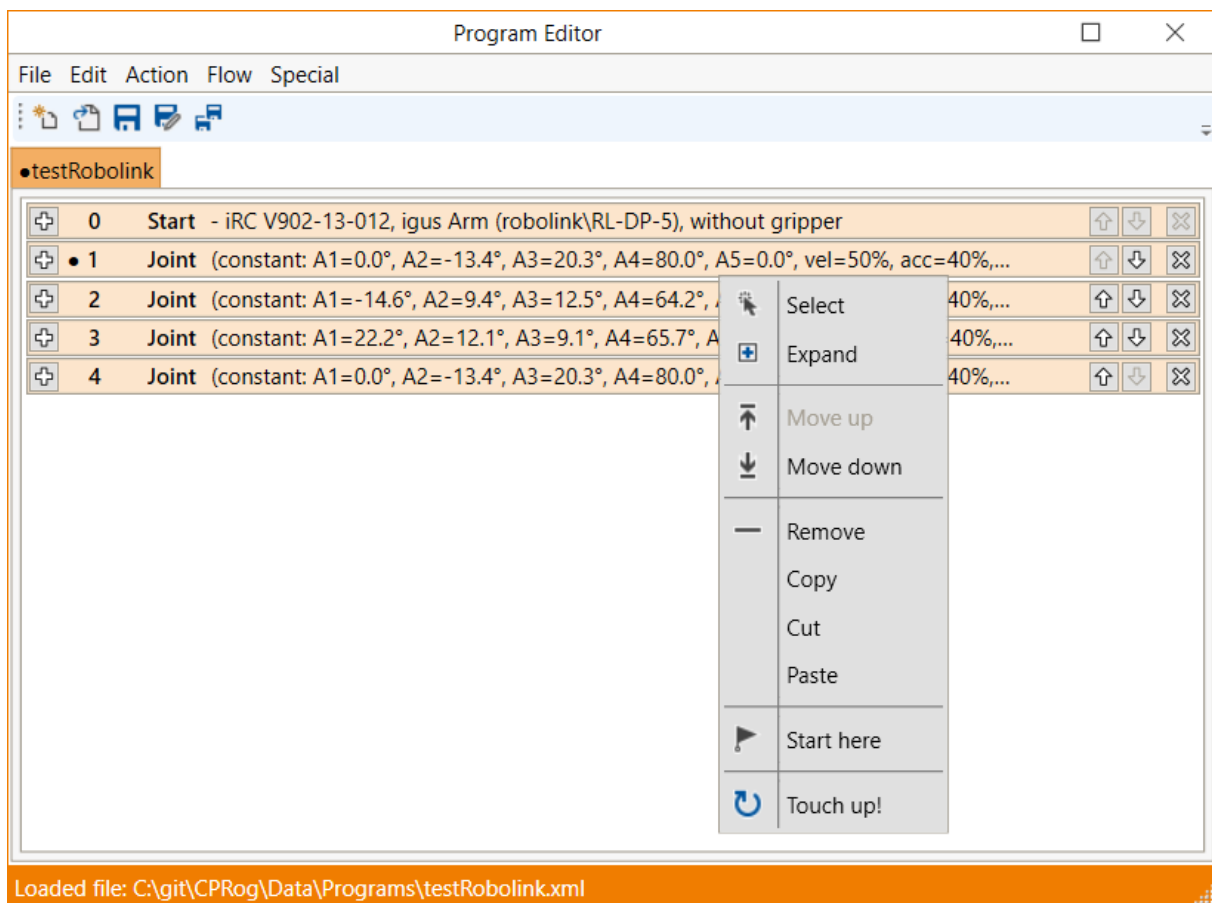

Abbildung 14: Das Kontextmenü einer Befehlszeile
Um einen Befehl zu verschieben verwenden Sie die Pfeile auf der rechten Seite der Befehlszeile. Alternativ können Sie im Kontextmenü der Befehlszeile auf "Nach unten" oder "Nach oben" klicken (s. Abb. 14).
- Öffnen Sie das Kontextmenü durch einen Rechtsklick auf die Befehlszeile und klicken Sie auf "Nachbessern!" (s. Abb. 14).
Um einen bestimmten Befehl als Startpunkt für die Ausführung zu wählen, klicken Sie im Kontextmenü auf "Hier starten" (s. Abb. 14).